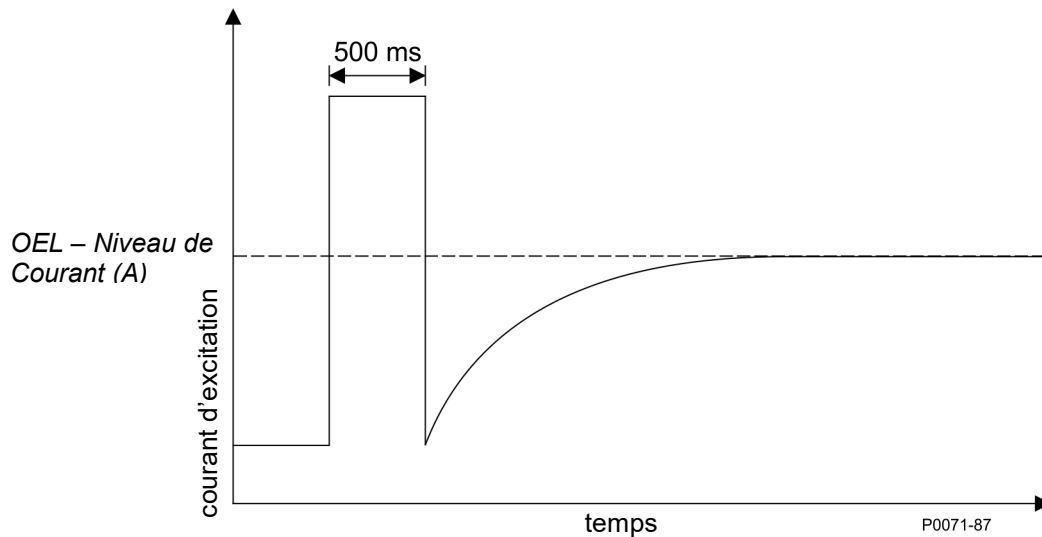

Figure 3-2. Courbe de temps caractéristique, OEL avec reprise
*OEL avec reprise.* Lorsqu'une limitation de surexcitation avec reprise est utilisée, le niveau d'intensité d'excitation auquel la limitation se déclenche est déterminé à l'aide d'un point de consigne de niveau d'intensité réglable. Si l'intensité d'excitation est supérieure au point de consigne, les témoins Limitation de Surexcitation du panneau frontal et de BESTCOMS s'allument et l'intensité d'excitation est limitée et forcée à suivre la courbe de temporisation inverse. (Figure 3-2)